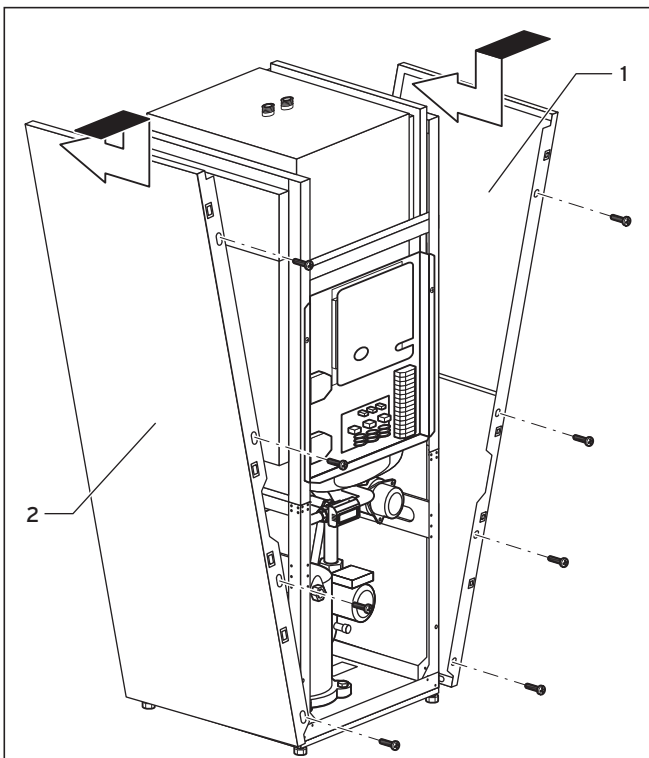

Fig. 6.19 Montaggio del rivestimento laterale
- Inserire i due rivestimenti laterali (fig. 6.19, pos. **1 e 2**) in basso nel telaio della pompa di calore, facendoli scivolare verso la parte posteriore dell'apparecchio e avvitarli nella parte anteriore con quattro viti di fissaggio.